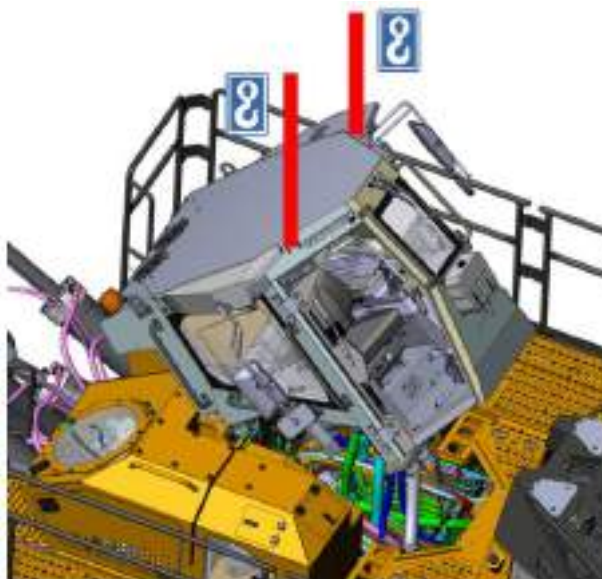

Рисунок 5.39. Подъем кабины за передние проушины
- ▶ Установить рым-болты на крыше кабины спереди. За проушины рым-болтов закрепить стропы, см. рис. 5.39.
- ▶ Используя грузоподъемное оборудования поднять кабину за передние опоры, см. рис. 5.39.